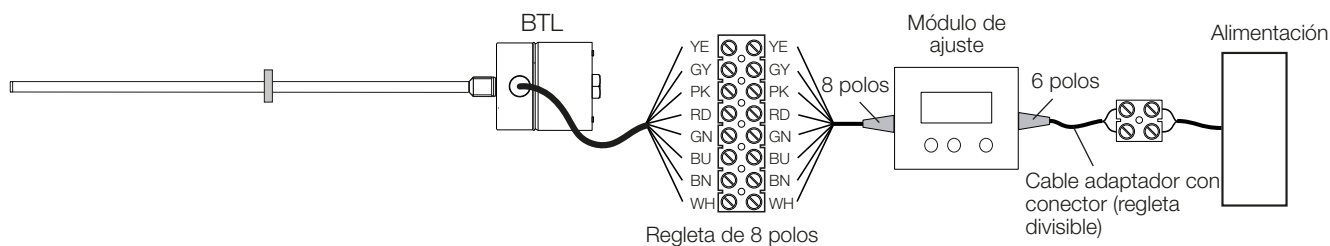

Fig. 6-1: Conexión del módulo de ajuste BTL7-A-CB02-K
1) Color del conductor recomendado en caso de utilización del módulo de ajuste (véase Fig. 6-1 en la página 17)